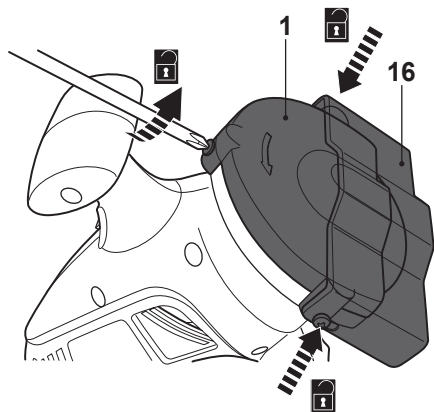
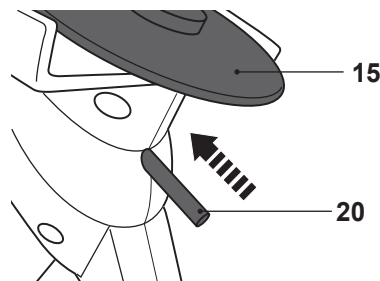

Fig. 12
Fig. 13
- > Desaperte e remova os três parafusos da proteção inferior (16) e superior (1) com uma chave de parafusos Philips adequada (Fig. 12).
- > Levante e remova a proteção inferior (16) e superior (1).
- > Bloqueie o fuso com o pino de bloqueio do fuso (20) (Fig. 13). Rode ligeiramente o disco de desbaste (16) para se certificar que o pino de bloqueio desliza para o orifício correspondente do fuso.